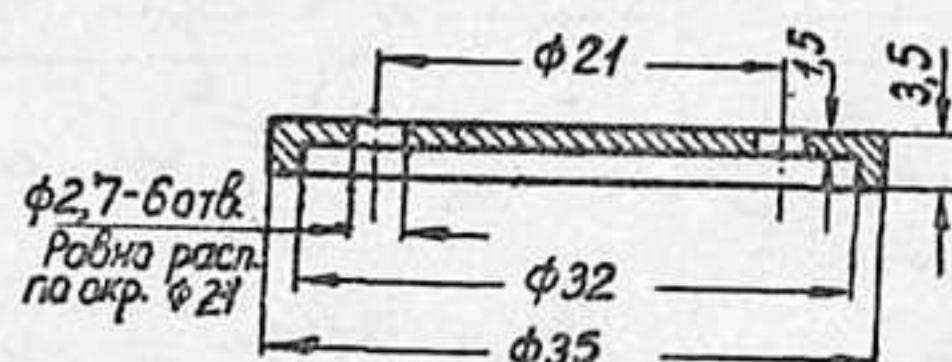

Рис. 41, дет. 5сб-5
**Зажимных дисков (5сб-5)** — 4 шт. для крепления шины на колеса. Они изготавливаются из дуралюминия (Д-16), как показано на рис. 41.